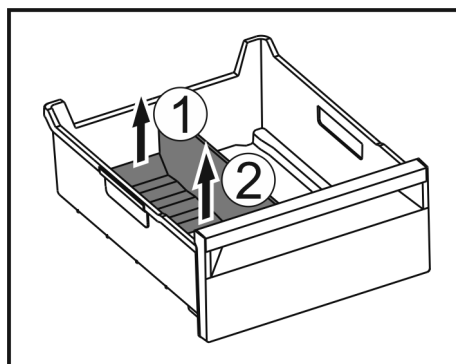

Fig. 148
- ▶ Zvedněte zadní část přepážky přihrádky na led. Fig. 148 (1)
- ▶ Přepážku přihrádky na led vyjměte nahoru. Fig. 148 (2)